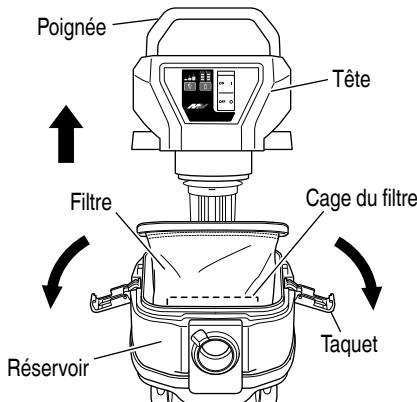
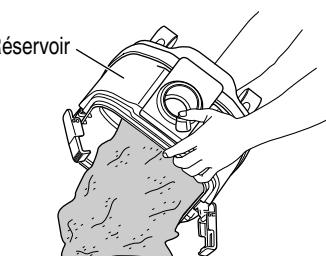

Fig. 20
Fig. 21
- (1) Retirez les taquets (x2) et soulevez la poignée de la tête. (**Fig. 20**)
- (2) Tout en frappant légèrement le côté interne du filtre à plusieurs reprises, retirez les poussières adhérant au filtre.
- (3) Inclinez le réservoir et videz les poussières. (**Fig. 21**)
- (4) Fixez le filtre, la cage du filtre, la tête et le taquet sur leurs positions initiales.